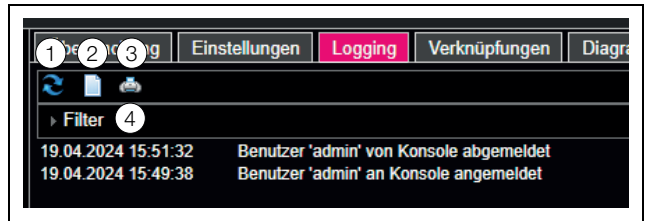

Abb. 39: Registerkarte Logging
- Klicken Sie auf das Symbol „Filter“ (Abb. 39, Pos. 4). Es erscheint der Dialog „Set Logging Filter“.
- Klicken Sie auf das erste Symbol von links (Abb. 39, Pos. 1).
- Klicken Sie auf das dritte Symbol von links (Abb. 39, Pos. 3).
- Klicken Sie auf das zweite Symbol von links (Abb. 39, Pos. 2).